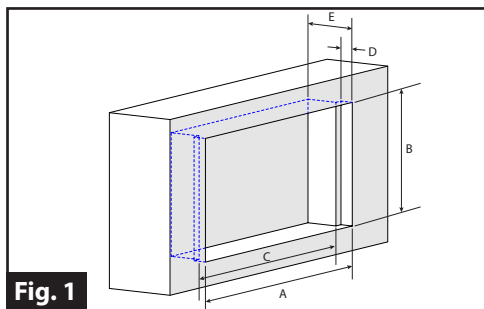

Fig. 1
2. Marquez et coupez une ouverture dans l'armoire en respectant les dimensions de la Fig. 1.